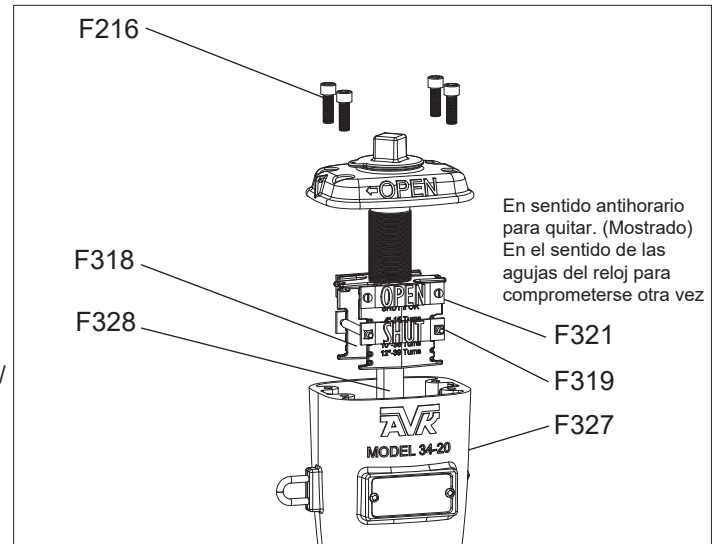

Fig. 2A
1. Con una llave Allen de 3/8 "(10 mm), retire los cuatro pernos del bonete (F216) que sujetan el bonete (F337) al conjunto de cabezal / cilindro superior (F327). (Ver Fig. 2A).